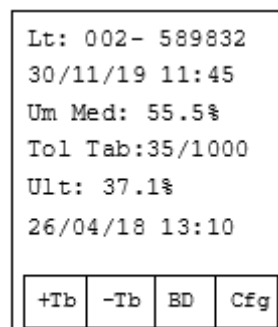

Figura 3
- Para trocar de lote, pressione a tecla  até chegar ao menu **BD**, então aperte a tecla  até aparecer as seguintes opções: Novo, Sair e Apagar conforme mostra a Figura 3.